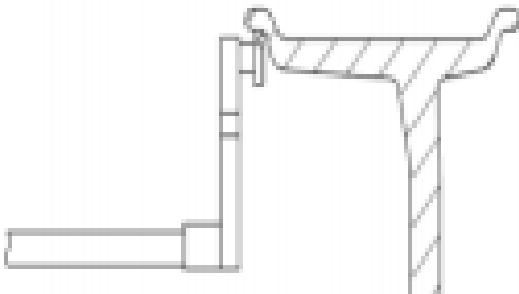

Figura 6.2.2.
6.2.2. Insira os dados do aro da roda, mova a escala de medida, puxe a cabeça da régua para a borda do aro interno (figura 6.2.2.) e obtenha a leitura do valor “a” indicado pela régua, em seguida coloque a régua de volta. Pressione [a-] ou [a+] para entrar o valor “a”.